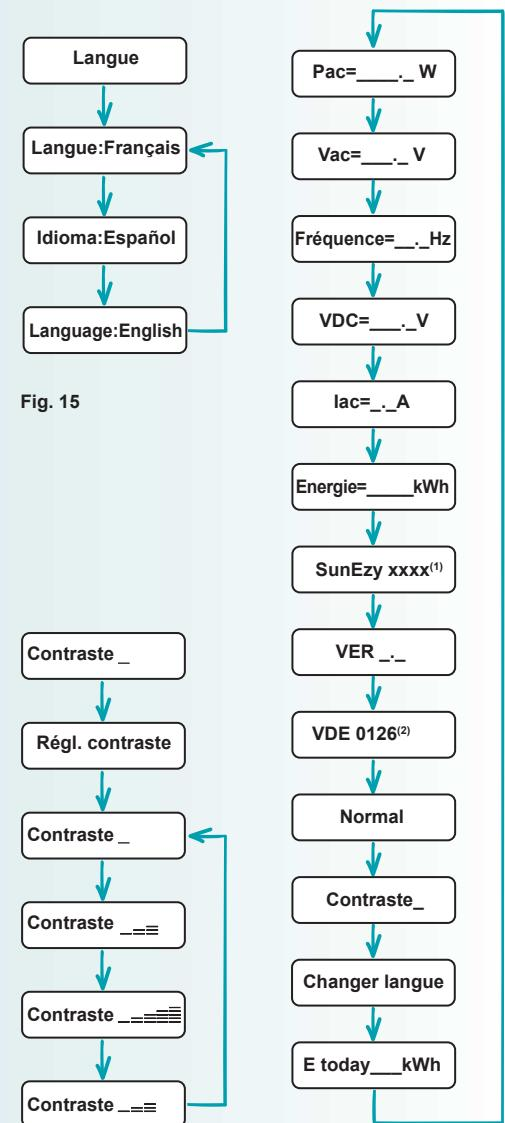

Fig. 16
- Appuyez de manière répétée sur le bouton "Afficheur" jusqu'à l'affichage de l'information "Contraste" accompagnée d'un **diagramme à barre sur la droite** (Fig. 16).